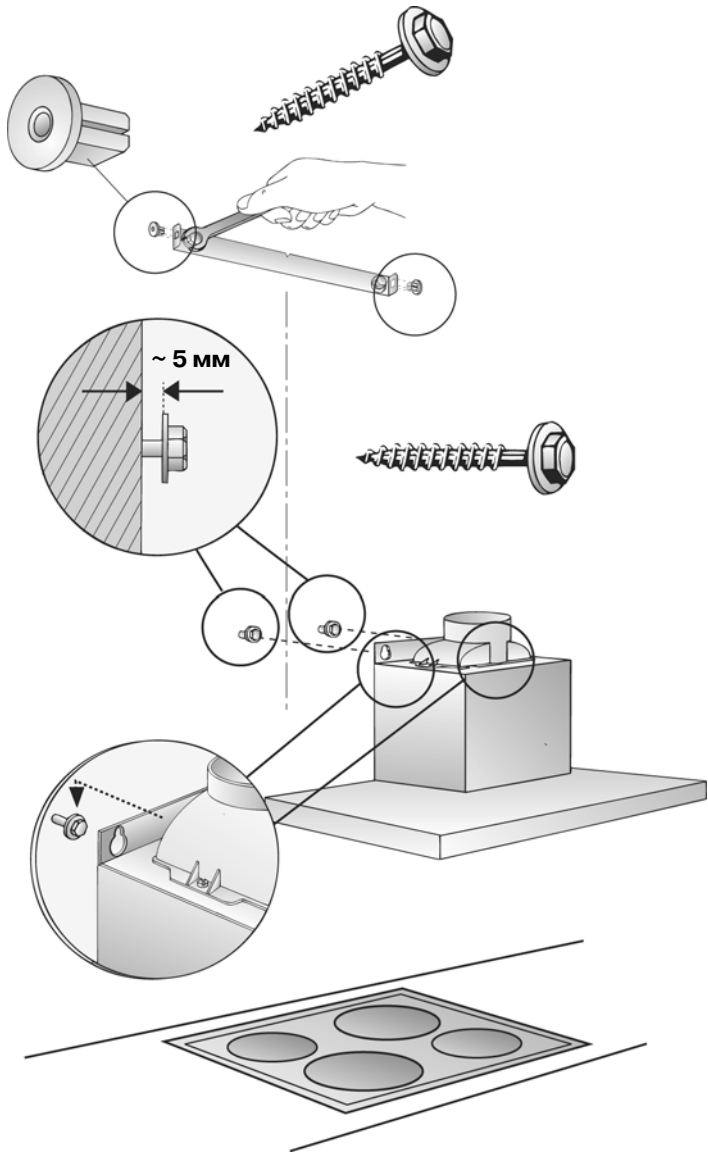

Рис. 13
8. Ввинтите два нижних винта с шестигранной головкой (рис. 13).